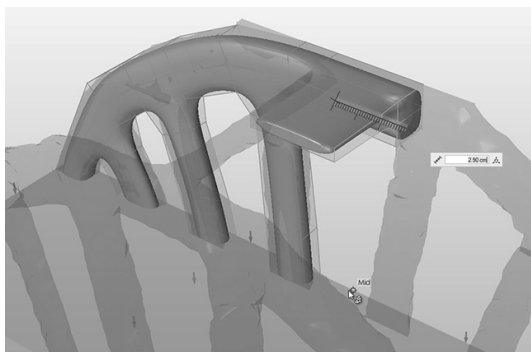

图 15-26
- 3) 单击并拖动图 15-26 中所示的箱体面，将其捕捉到底座的中点。